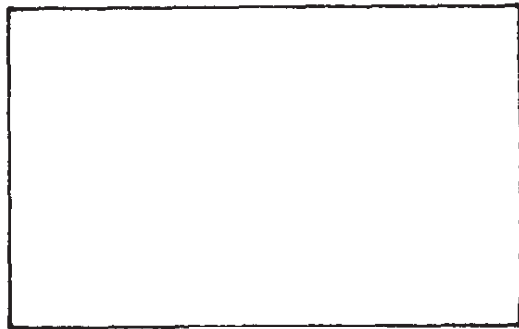

Figura 3
- Desdobra la lámina y aplánala con un mazo de madera, hasta que obtengas una pieza completamente plana (figura 3).